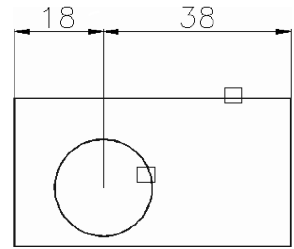

Fig. 6.65 Cotarea obiectelor prin comanda **Quick Dimension**
■ Cotarea rapidă a unor obiecte – vezi Fig. 6.65